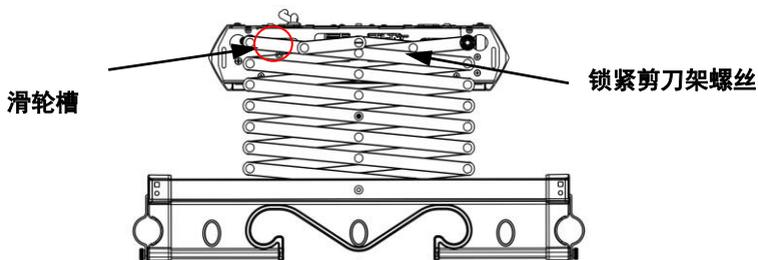
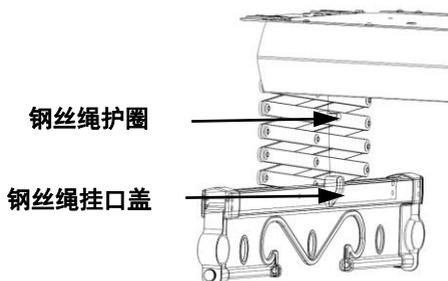

图 8
图 9
1. 安装剪刀架：先将剪刀架两端的滑轮套进安装板上面的滑轮槽内，并用剪刀架螺丝锁紧（如图 8 所示），然后把钢丝绳上的圆锌头穿过钢丝绳护圈并卡进衣杆支撑板上的钢丝绳挂口内，再盖上钢丝绳挂口盖（如图 9 所示）。